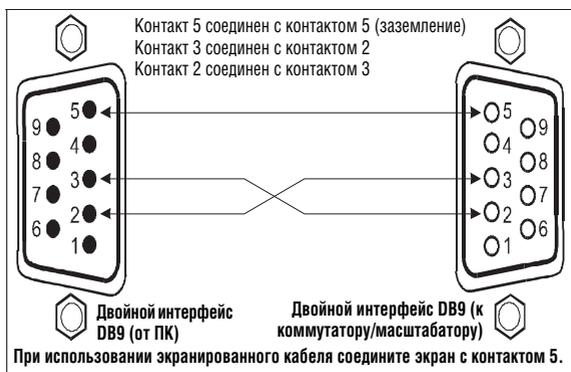

Рис. 9. Подключение к ПК
- Подключите порт RS-232 на ПК к порту RS-232 на задней панели прибора **VP-727T** согласно схеме¹, показанной на рис. 9